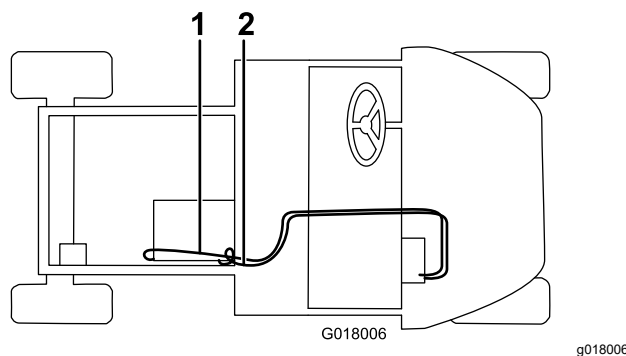

Figura 34
5. Collegate il flessibile lungo alla valvola del riscaldatore con una fascetta stringitubo e posatelo attraverso il foro sulla base del sedile, il foro nel telaio del pianale e il raccordo diritto con una fascetta stringitubo (Figura 34). Tagliate eventuale flessibile in eccesso per adattarlo.
6. Collegate il flessibile più corto al tubo di riempimento a T bianco con una fascetta stringitubo, posatelo attraverso il serratubi a R sul vano portaoggetti, attraverso il foro sulla base del sedile e collegatelo al raccordo a T nel flessibile del radiatore inferiore con una fascetta stringitubo (Figura 34). Tagliate eventuale flessibile in eccesso per adattarlo.